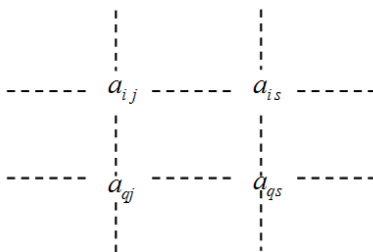

Рис. 2.1. Схема вибору елементів для методу прямокутника
- решта елементів  $a'_{ij}$  обчислюються за *правилом прямокутника* (рис. 2.1):